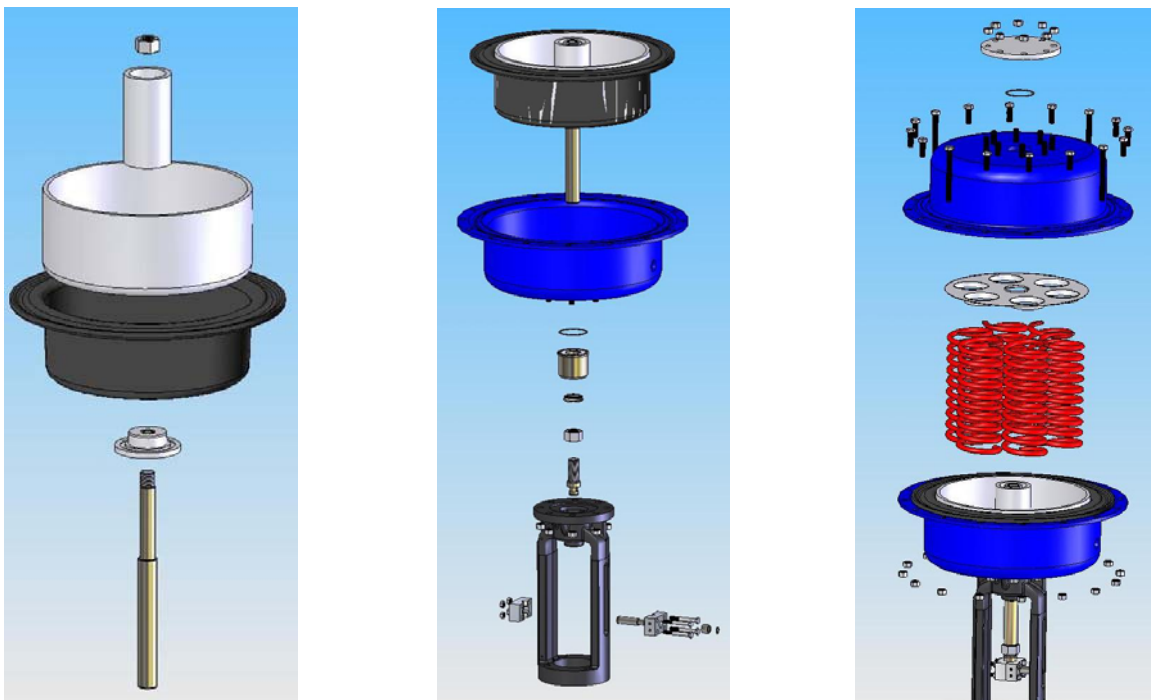

Bild 11 Montage PA-N 540-1080
- Die Sechskantmutter (31) am Deckel (11) mit Scheiben (36) demontieren. Den Deckel (11) abnehmen.
- Die Sechskantmutter (32) demontieren (z.B. mit Kraftnuß GeodoreK32-3/4"-36) und aus Antriebsgehäuse nehmen.
- Sechskantschraube (25) demontieren
- Druckfedern mit langen Sechskantschrauben(26) gleichmäßig entspannen
- Membran (17), Membranteller (2), Hülse (5), Stützteller (6) und Spindel (4) können nun entnommen werden
4.4.3.3 Montage Antriebsgehäuse (Bild 11)